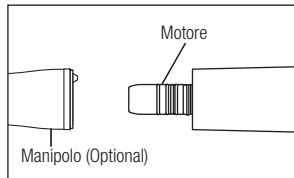

Fig. 2
1) Collegare il manipolo direttamente al motore. (Fig.2) Se si collega un manipolo ottico, ruotare il manipolo finchè si blocca in sede con uno scatto.